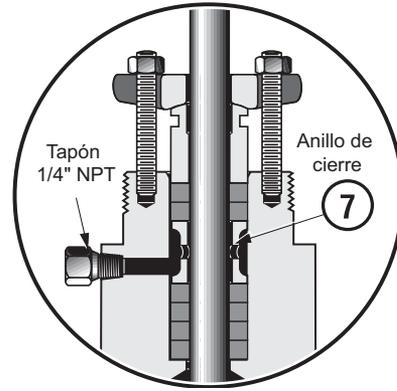

Figura 5 – Conexión del lubricador (opcional)
- J. Si se instaló una conexión de detección de fugas, conéctela al puerto NPT lateral en el casquete. De lo contrario, asegúrese de que el tapón NPT de 1/4” permanezca en su lugar (Figura 5).